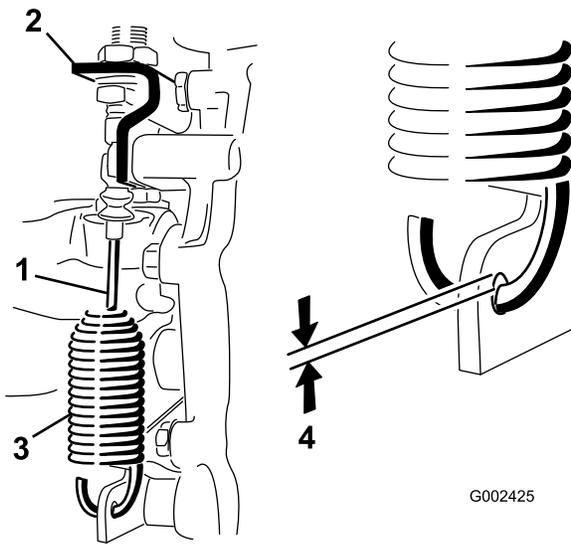

図 50
2. デファレンシャルロックケーブルをトランスアクスルのブラケットに固定しているジャムナットをゆるめる 図 50。